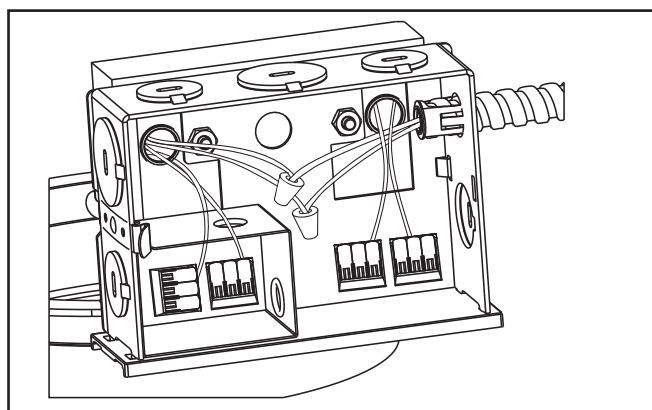

Figura 41
2. Retire la cubierta de la caja de empalmes (Figura 41).